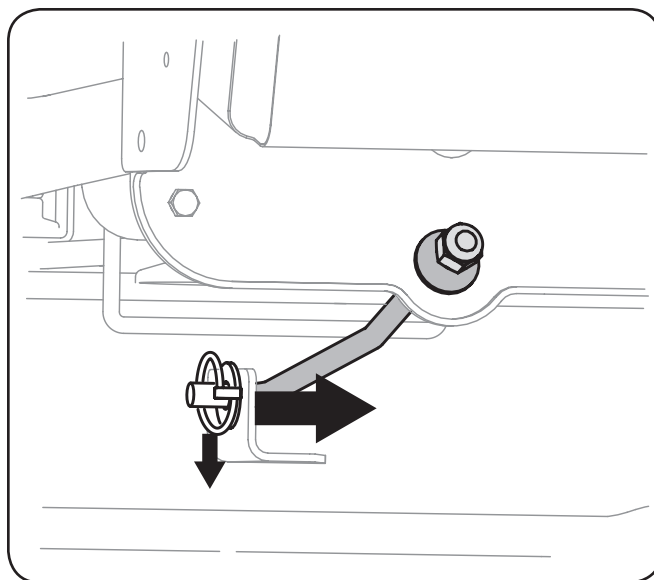

Figure 7-5
10. Deslice suavemente la plataforma de corte hacia la parte delantera del tractor y con cuidado guíe los ganchos de la plataforma para extraerlos de la varilla estabilizadora de la plataforma. Vea la Figure 7-5.
- a. La Cubierta bajo Con el chasis del Cortacésped, Adjunte la barra estabilizadora. Véase la Figure 7-5.